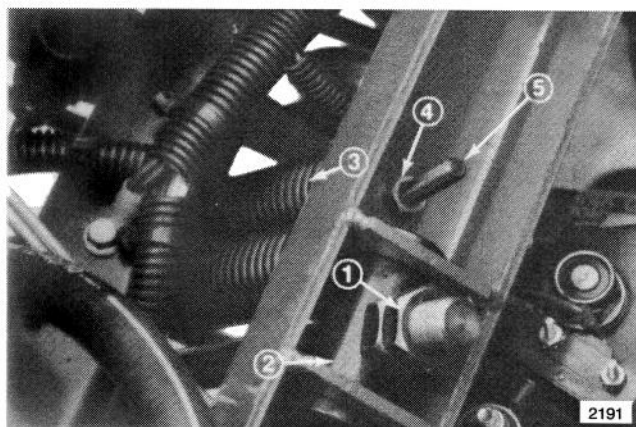

Figure 27
2. Mesurer la distance entre les écrous de blocage du vérin et l'axe de pivot du vérin (Fig. 27). Cette distance doit être d'environ 2 pouces 1/4 (57 mm).